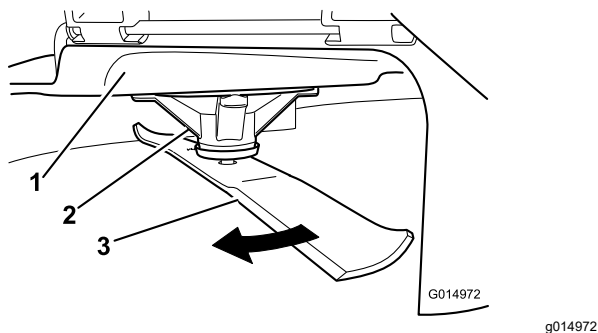

Figura 99
2. Llevando guantes fuertemente acolchados u otro tipo de protección apropiada para las manos, gire la cuchilla lentamente hasta una posición que permita medir la distancia entre el filo de corte y la superficie nivelada en la que descansa la máquina (Figura 99).